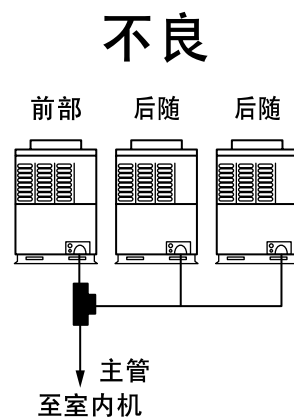

图 3
3) 要注意T形分接头的方向。（如图3所示，T形分接头的安装不可使主管的冷媒直接流到前部机器。）